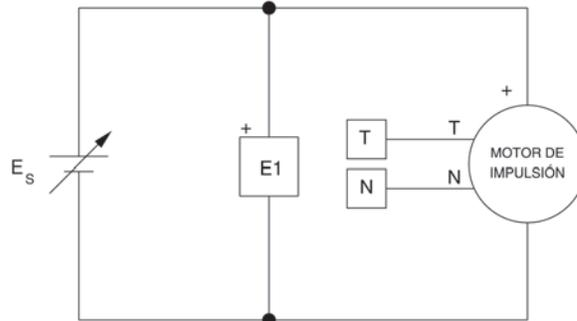

Figura 1-10. Circuito del Motor de impulsión.
En la primera parte de este ejercicio, usted montará el equipo en el Puesto de trabajo, lo conectará como lo muestra la Figura 1-10 y realizará los ajustes apropiados en el módulo Motor de impulsión / Dinamómetro.
5. Conecte el equipamiento como lo muestra la Figura 1-10.